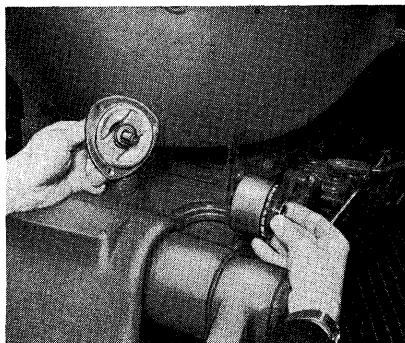

Fig. 30.
2. Aftag det trekantede dæksel oven på hydraulikblokken og udtag hydraulikfilteret som vist i fig. 30. Filterindsatsen og filterskålen holdes sammen af en bajonetlås og skilles ad ved blot at dreje dem mod hinanden. Selve filterindsatsen må ikke skilles ad, men skal renses i benzin med en blød børste. Monter det rensede filter og husk at udvise den største renlighed ved alt arbejde med hydrauliksystemet.